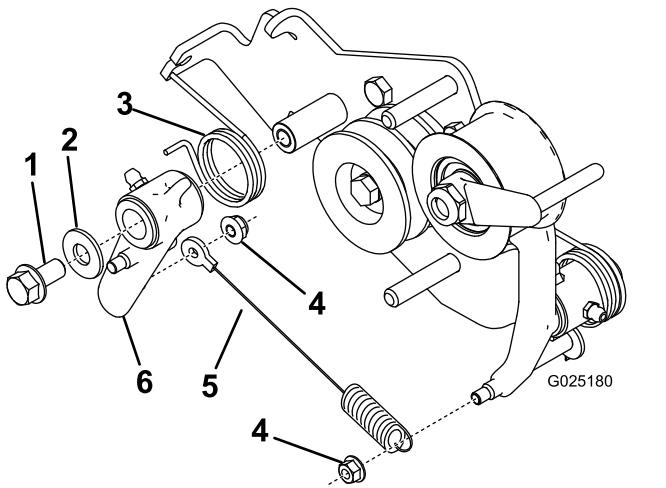

Figura 3
7. Retire el conjunto de la palanca de tracción y las piezas necesarias del soporte de embrague antiguo e instálelas en el soporte de embrague nuevo (Figura 3).